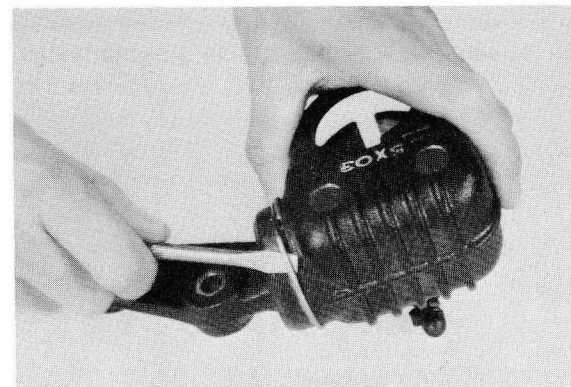

Fig. 3-3-23
5) Avlägsna skyddsringen med en liten skruvmejsel. Var försiktig så att skyddsskåpan ej skadas. (Se Fig. 3-3-23)
5) Beskyttelsesringen fjernes med en skruetrækker. (Pas på ikke at beskadige ringen.) (Fig. 3-3-23)